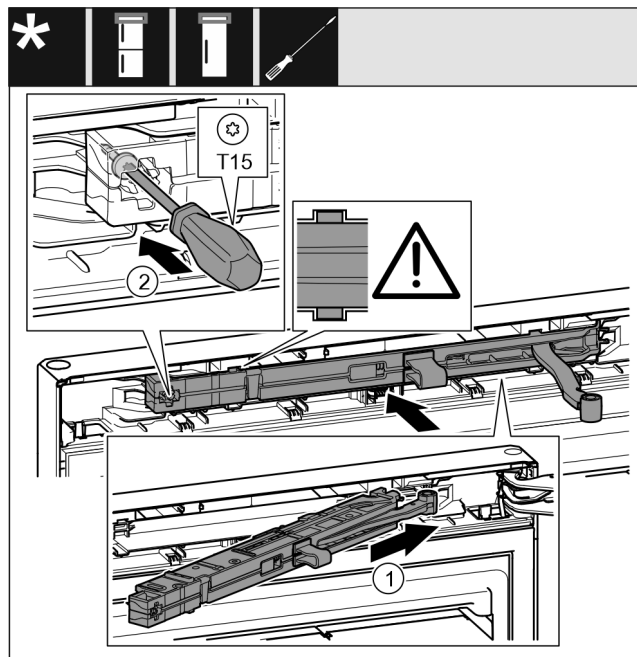

Fig. 41
- ▶ Enoto blažilnikov za zapiranje vrat Fig. 41 (1) na strani ležajnega podstavka potisnite v odprtino do konca.
- ▶ Zategnite vijak Fig. 41 (2) z izvijačem.